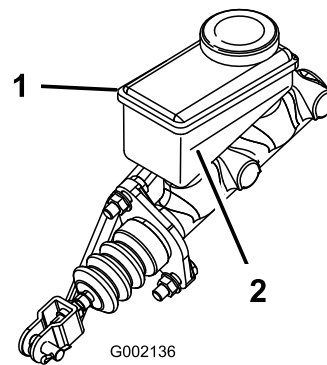

Figura 65
5. Uitați-vă la conturul nivelului de lichid de pe partea laterală a rezervorului (Figura 65).
- B. Adăugați lichid de frână DOT 3 în rezervor până când nivelul lichidului se află deasupra liniei de nivel Minim (Figura 65).